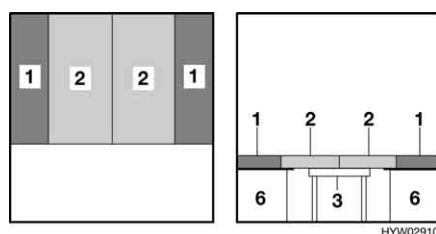

Fig. 42 Dopo la trasformazione
- Collocare i cuscini dello schienale (Fig. 42,1) sulla parete esterna. Rispettare la forma cuneiforme.
- Premere entrambi i cuscini del divano (Fig. 42,2) fra i cuscini dello schienale.